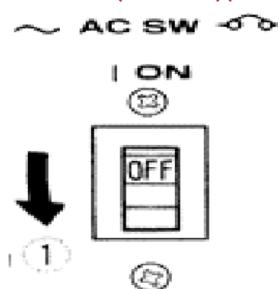

Рис. 10
**Автоматичний вимикач має перебувати в положенні OFF («ВІМК.»)(Рис.10).**